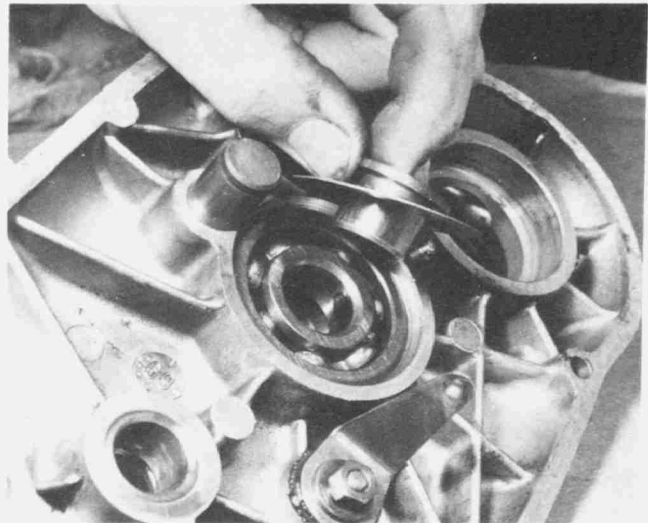

Bild 131
- Bei 4-Ganggetrieben werden nach dem Ausbauen des Kickstarter-Zwischenrads die Flanschbuchse der Antriebswelle sowie die gewölbte Scheibe vom Antriebswellen-Lager herausgeklopft (Bild 131).